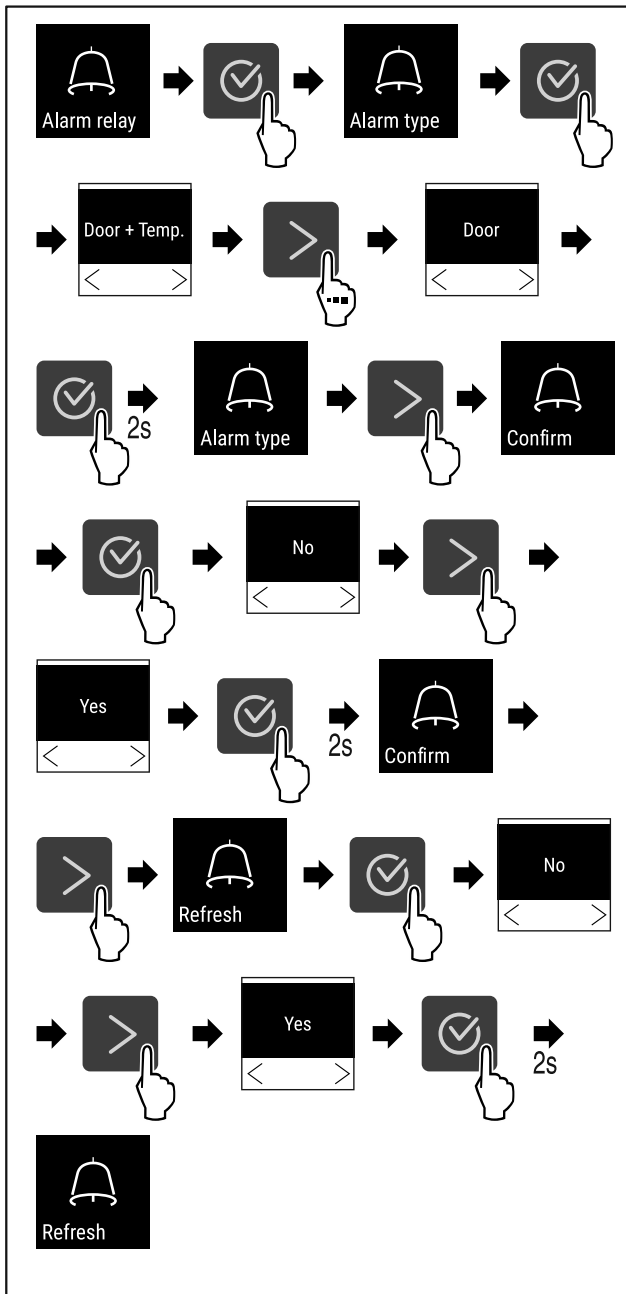

Fig. 110
- ▶ Obavite korake postupka (pogledajte Fig. 110).